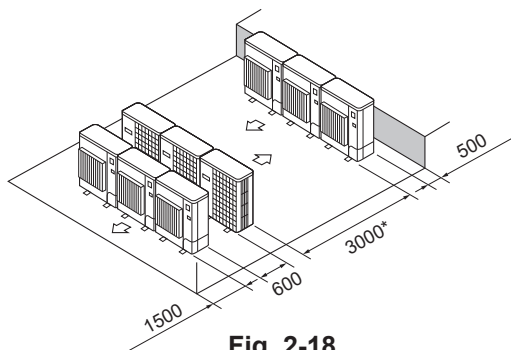

Fig. 2-18
- (6) Disposição de várias unidades em paralelo (Fig. 2-18)
(6) Disposição de várias unidades em paralelo (Fig. 2-18)